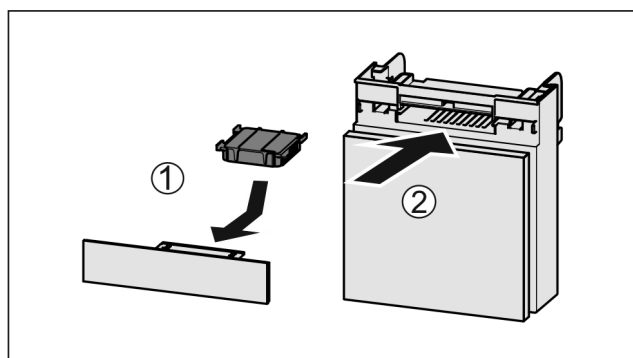

Fig. 128
- ▶ Wkładać Fig. 128 (1) filtr z węglem aktywowanym zgodnie z ilustracją.
- ▶ Wsunąć komorę Fig. 128 (2).